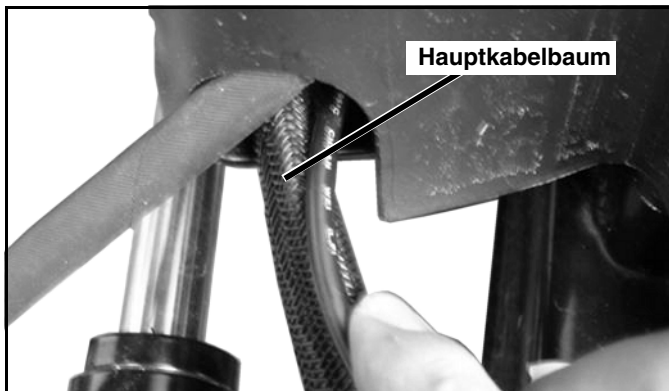
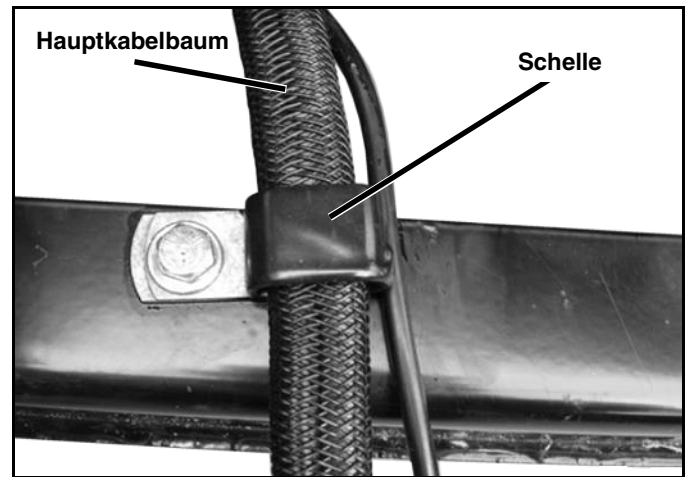

Abb. 1-9
Abb. 1-10
2. Verlegen Sie das vieradrige Kabel am Empfänger zum Hauptkabelbaum. Verbinden Sie es bei Bedarf mit Kabelbindern am Hauptkabelbaum. Stellen Sie sicher, dass das Steuerkabel innerhalb der Klemmen des Hauptkabelbaums und weiter zusammen mit dem Hauptkabelbaum verläuft. Lassen Sie ausreichend Platz für die Verbindung mit dem Fahrzeugkabelbaum. Achten Sie darauf, dass das Kabel nicht eingeklemmt wird. Zu lange Kabel sind zusammenzulegen und mit Kabelbindern unter der Pumpenabdeckung zu sichern. (Siehe Abb. 1-9 und Abb. 1-10).